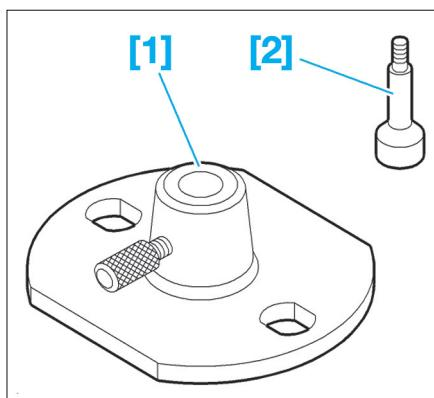

FIG. 14
- [1]. Support de comparateur (**Fig.14**).